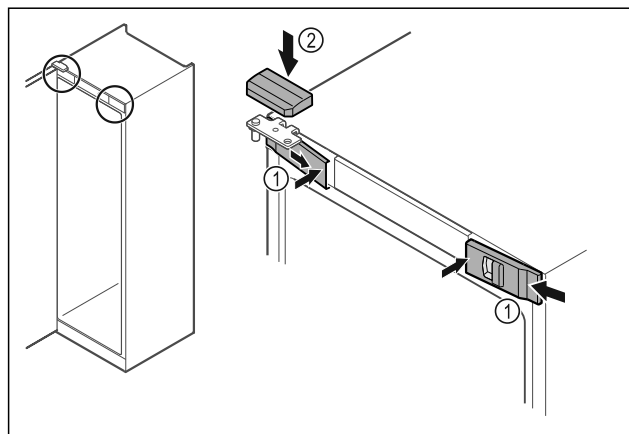

Fig. 48 *
- Přední kryty Fig. 48 (1) bočně zahákněte a zaklapněte dovnitř.*
- Horní kryt Fig. 48 (2) shora zaklapněte.*